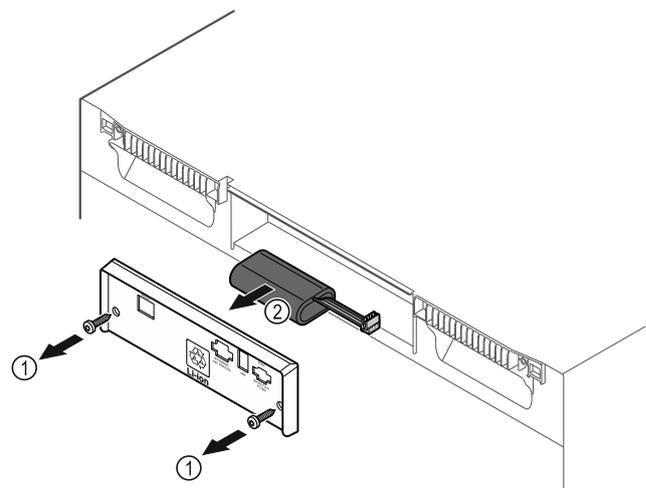

Fig. 201
- ▶ Schrauben herausdrehen und Abdeckung auf der Rückseite des Gerätes entfernen Fig. 201 (1).
- ▶ Batterie abstecken und herausnehmen Fig. 201 (2).